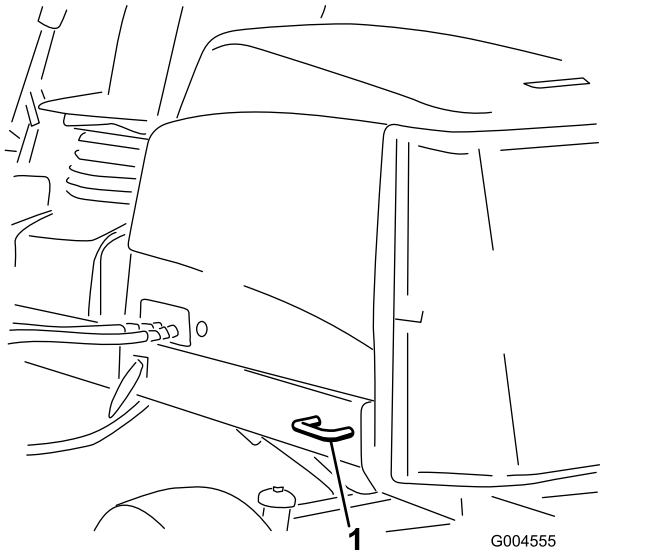

Bild 44
- Hinten: Jede Maschinenseite am Hinterrahmen (**Bild 44**).